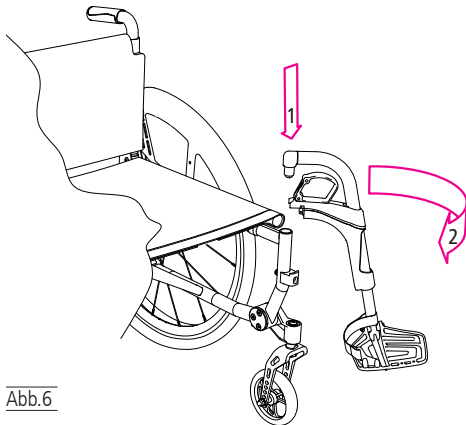

Abb.6
1. Führen Sie den oberen Zapfen der Beinstütze von oben her in die dafür vorgesehene Aufnahme am Rahmen ein (1, Abb. 6).
2. Schwenken Sie nun die Beinstütze in Fahrtrichtung nach vorne. Sie rastet dann hör- und spürbar in ihrer Endposition ein (2, Abb. 6).